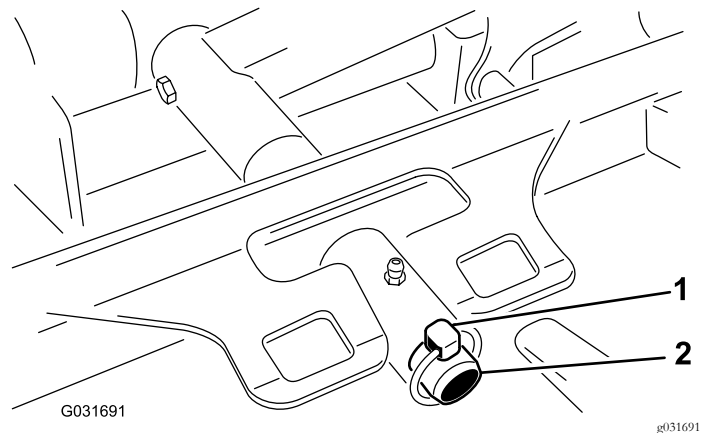

Bild 62
3. Entfernen Sie den Klappstecker, mit dem der Trägerschassis des Mähwerks am Lagerbolzen des Hubarms befestigt ist (Bild 62).
3. Schieben Sie den Mähwerkträgerrahmen auf den Lagerbolzen des Hubarms und befestigen ihn mit dem Klapstecker (Bild 62).